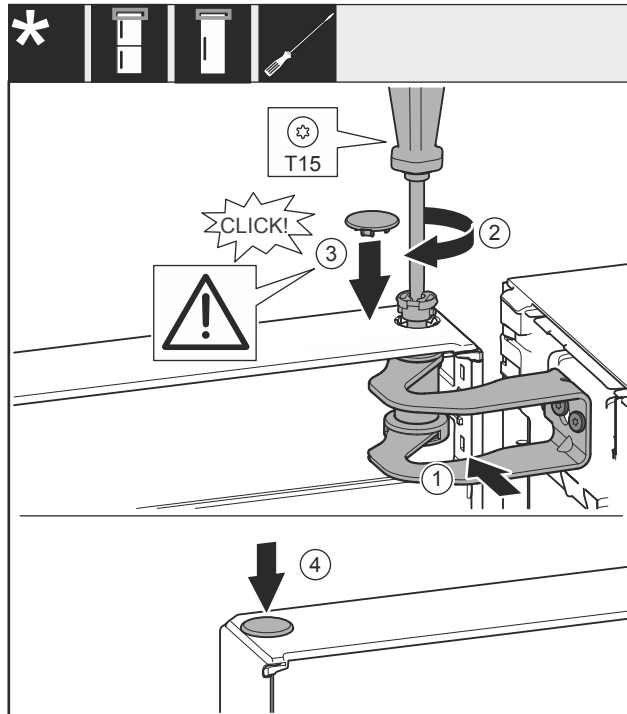

Fig. 24
- ▶ Tür zur Öffnung im Lagerbock Fig. 24 (1) ausrichten.
- ▶ Bolzen Fig. 24 (2) einsetzen und mit Schraubendreher festschrauben.
- ▶ Abdeckung Fig. 24 (3) einsetzen.
- ▶ Kontrollieren, dass die Abdeckung Fig. 24 (3) auf der Tür aufliegt.
- ▶ Abdeckung Fig. 24 (4) einsetzen.